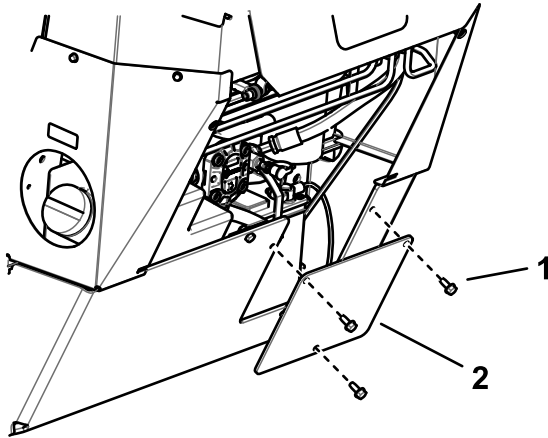

Figura 37
5. Instale o painel de acesso à bateria (Figura 37).